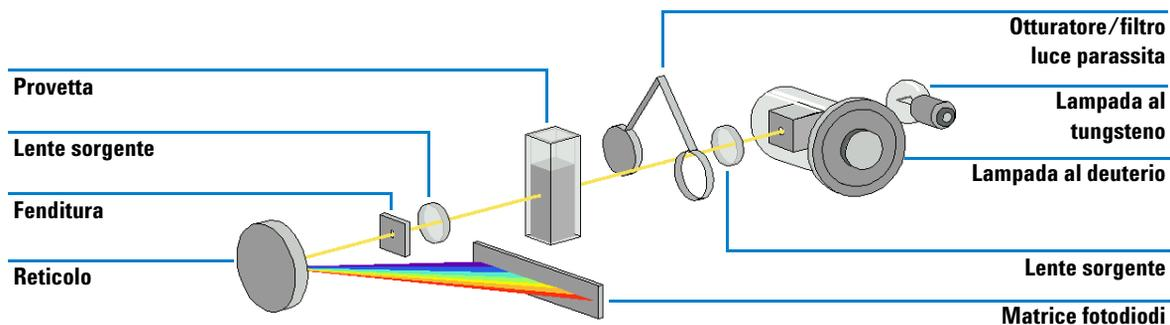

Figura 1 Sistema ottico dello spettrofotometro
Il sistema ottico dello spettrofotometro è illustrato nella Figura 1. La sorgente delle radiazioni è rappresentata dalla combinazione di una lampada a scarica al deuterio per la gamma delle lunghezze d'onda dell'ultravioletto (UV) e da una lampada al tungsteno per le radiazioni visibili e le onde corte/infrarosso vicino (Short Wave Near-InfraRed, SWNIR). Le radiazioni emesse dal filamento della lampada al tungsteno vengono messe a fuoco sull'apertura di scarica della lampada al deuterio grazie al particolare disegno ad accesso posteriore della lampada, che permette la combinazione ottica di entrambe le fonti luminose e la loro condivisione di un asse comune con la lente origine. La lente forma così un unico fascio di luce collimata che, attraverso l'otturatore, il filtro di correzione della luce parassita e il campione, raggiunge una seconda lente e la fenditura dello spettrografo. Nello spettrografo, la luce viene dispersa sulla matrice di diodi da un reticolo olografico. Ciò assicura l'accesso simultaneo ai dati relativi a tutte le lunghezze d'onda. Il risultato è un aumento netto della velocità di acquisizione degli spettri luminosi.